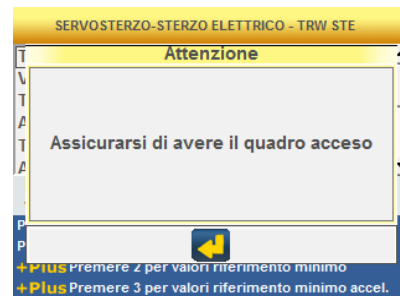

Fig..12
- c. Accendere il quadro strumenti e premere  (fig.12)
- c. Turn the dashboard on and press  (fig.12)